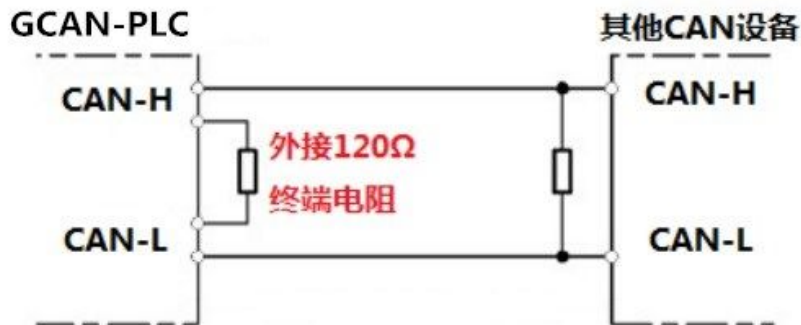

图 3.2 GCAN-GT-413 与其他 CAN 节点设备连接
为了增强 CAN 通讯的可靠性，消除 CAN 总线终端信号反射干扰，CAN 总线网络最远的两个端点通常要加入终端匹配电阻，如图 3.2 所示。终端匹配电阻的值由传输电缆的特性阻抗所决定。例如双绞线的特性阻抗为  $120\ \Omega$ ，则总线上的两个端点也应集成  $120\ \Omega$  终端电阻。如果网络上其他节点使用不同的收发器，则终端电阻须另外计算。
**请注意：**GCAN-GT-413 的 CAN 总线内部未集成  $120\ \Omega$  终端电阻。如果节点数目大于 2，中间节点不需要安装  $120\ \Omega$  的终端电阻。需要使用时，将电阻两端分别接入 CAN\_H、CAN\_L 即可，如图 3.2 所示。